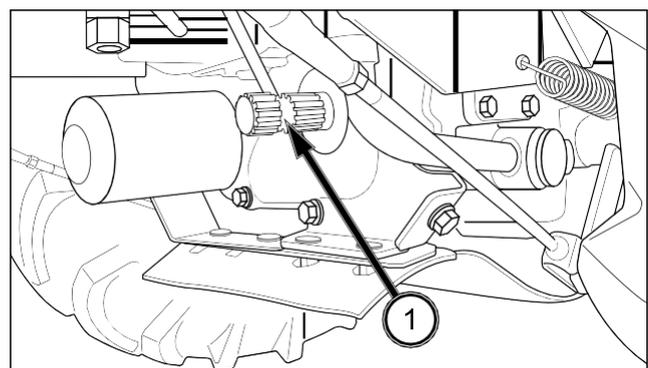

FIG. 4-13
FIG. 4-13: La TDF ventral (1) es un árbol orientado hacia delante y situado bajo el tractor. Este accesorio permite accionar los equipamientos montados en el centro o delante. Utilice un árbol A1 de 25,4 mm con 15 acanaladuras.